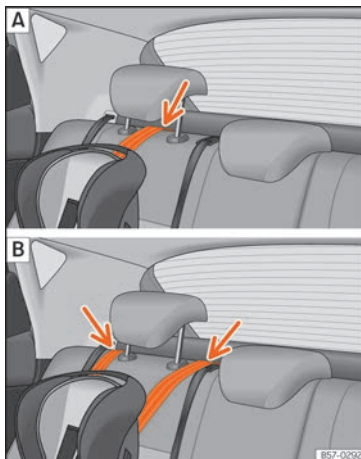

Abb. 30 Rücksitze: Einstellung und Einbau je nach Top Tether-Gurt.
- Führen die den Gurt unter der Kopfstütze des Rücksitzes durch »» **Abb. 30** (in Abhängigkeit der Gebrauchsanweisungen des Kindersitzes ggf. Kopfstütze anheben oder entfernen).